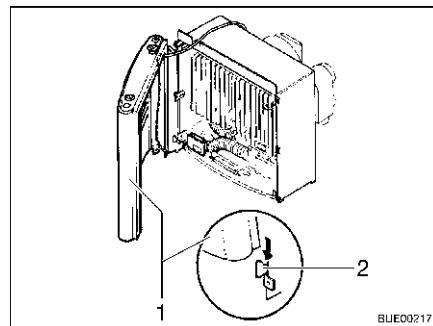

Fig. 85 Copertura del riscaldamento,
- Montare la copertura del riscaldamento. Collegare la copertura (Fig. 85,1) sui passanti di sostegno inferiori (Fig. 85,2).